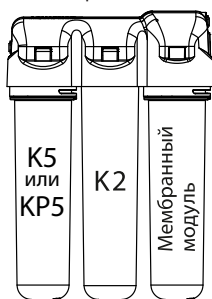

Рисунок 9
- В соответствии с (рис. 9) «Положение модулей в DWM», установите модули в положение «для промывки». Для этого вставьте модуль до упора в соответствующий коллектор и поверните против часовой стрелки до щелчка (рис. 8).
- Установите модули в положение «для промывки» (см. рис. 9 «Положение модулей в DWM»).
- Установите модули в положение «для работы» (см. рис. 9 «Положение модулей в DWM»).